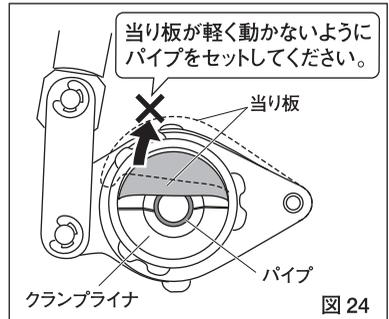

図 24
- 指で軽く当たり板を持ち上げ、当たり板が軽く動かなら隙間がありますので再度パイプをセットし直してください。(図24)